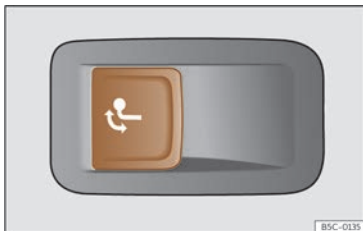

Fig. 187 No lado esquerdo do maleteiro: tecla para desbloquear o gancho de remolque.
- Puxe da tecla >>> **fig. 187** brevemente. O gancho de remolque desbloquéase electricamente e xírase automaticamente cara a fóra. O indicador de control da tecla escintila.
- Puxe da tecla >>> **fig. 187** brevemente. O gancho de remolque desbloquéase electricamente.
- Non prema nunca >>> **fig. 187** cando haxa un remolque enganchado ou vaia montado un portaequipaxes ou outros accesorios sobre o gancho de remolque.